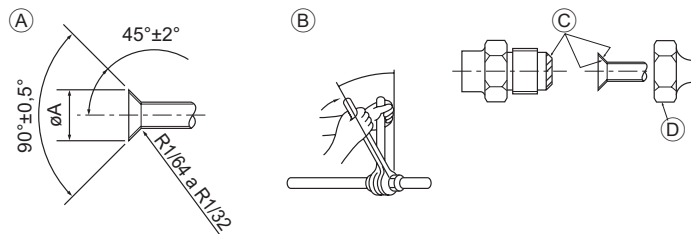

Fig. 4-1
4.1. Tubos de conexión (Fig. 4-1)
- (B) Tamaño de las tuberías de refrigerante y par de apriete de la tuerca abocardada
- (C) No aplique aceite refrigerante para máquinas en las partes roscadas. (Esto hará que las tuercas abocardadas tiendan más a aflojarse.)
- (D) Asegúrese de utilizar las tuercas abocardadas que vienen colocadas en la unidad principal. (Si se utilizan productos de venta en comercios, podrían partirse.)